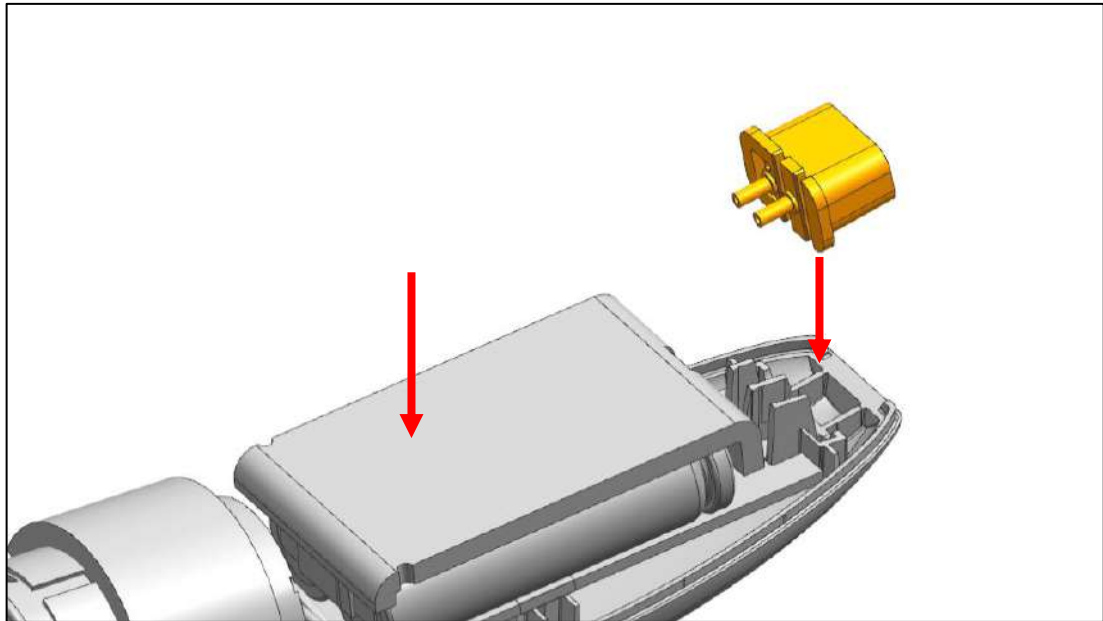
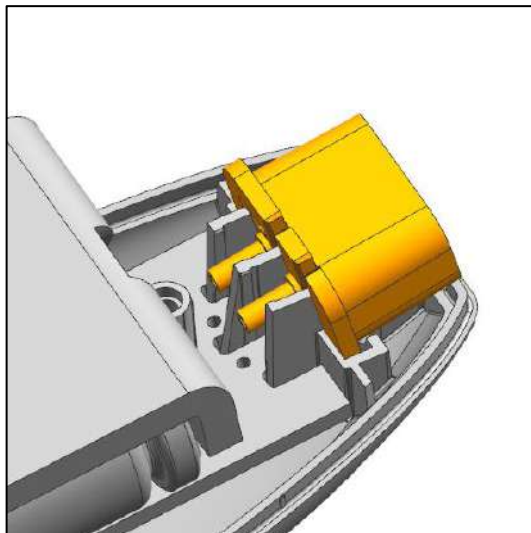

Abb. 22
Abb. 23
- a) Legen Sie die Steckerbuchse lagerichtig ins Gehäuse ein (Abb. 22, Abb. 23).